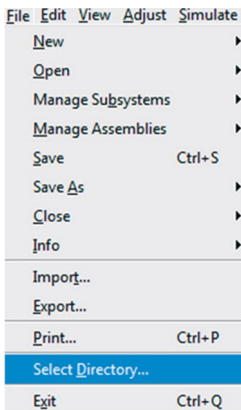

Figura 4.120 – Seleccionando diretório para simulações.
- Primeiramente, defina o diretório para armazenar os resultados gerados na simulação. Acesse o menu *File* → *Select directory* (Figura 4.120).